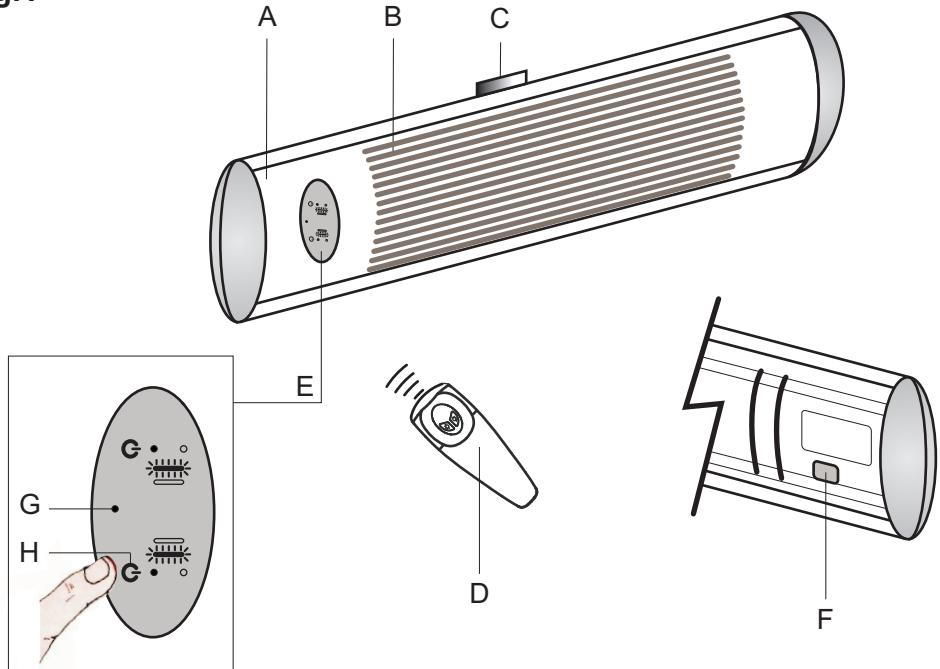

Fig.2
- Instale el aparato respetando las distancias mínimas de instalación indicadas en la **Fig.2**. Mínimo a 180 cm del suelo y a 50 cm del techo / saliente / balcón / etc ...
- El aparato puede funcionar en el exterior, siempre y cuando esté a cubierto, y respetando las distancias mínimas de instalación (**Fig. 2**).